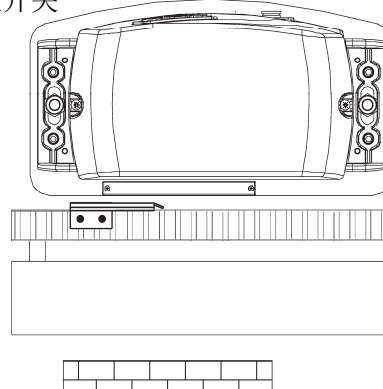

Fig. 13
- 将限位开关撞块放在齿条，刚好碰到限位开关的位置上（图12）。如果是磁感应开关应将磁铁放在较前的位置以使其动作（图13）。